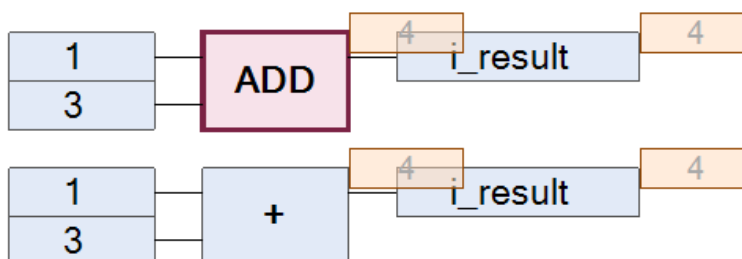

Рисунок 2.15 – Арифметический оператор «Сложение».
**Арифметическое «Сложение».** Элемент «Сложение» в CoDeSys может быть представлено как в письменном виде (ADD), так и в графическом (+). В своей первоначальной структуре имеет два входа и один выход (рис. 2.15). Типы входных и выходных данных, с которыми используется элемент: BYTE, WORD, DWORD, SINT, USINT, INT, UINT, DINT, UDINT, REAL и LREAL, TIME. Принцип работы: первое слагаемое (верхний вход) складывается со вторым слагаемым (нижний вход), в итоге получаем сумму чисел того же типа, что и на входе.